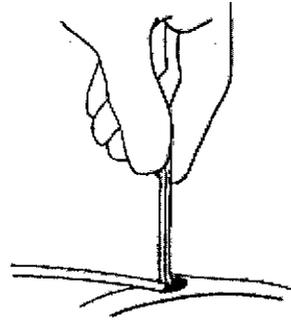

Figura 7. Utilización del elevador de vena
2. Inserte el extremo curvo de un elevador de vena en la incisión de la vena y empuje suavemente la punta del cable por debajo y hacia el interior de la vena (Figura 7).